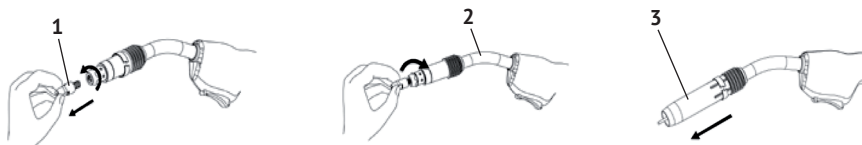

рис. 5
- снять с подключённой к аппарату горелки сопло (рис.5 поз.4) и выкрутить сварочный наконечник (рис.5 поз.1);
- нажать клавишу (рис.5 поз.3) и удерживать её до выхода проволоки из держателя наконечника (вылет проволоки – 10-15 мм, при меньшем вылете – увеличить, нажав на клавишу, при большем – отрезать лишнюю проволоку);